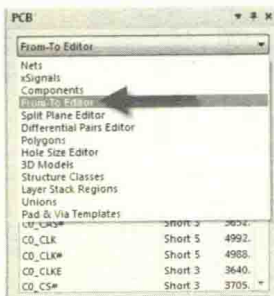

图 9-119 From To 编辑器的打开
(1) 在 PCB 设计交互界面的右下角执行命令“PCB-PCB-From-To Editor”，如图 9-119 所示，调出 From To 编辑器。